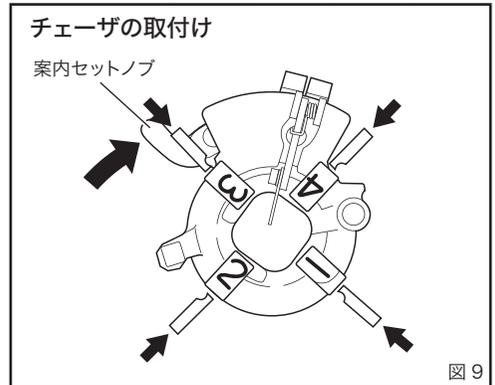

図 9
- ①ダイヘッドをチェーザを取り外した状態にします。
- ②ダイヘッドの3番と4番の溝番号に同じ番号のチェーザをチェーザノッチにはまり込むまで差し込んでください。
- ③次にダイヘッドを起こして1番と2番のチェーザを同じ溝番号に差し込んでください。
- ④案内セットノブを図9の矢印の方向に回してください。チェーザは中心に向かって入っていきます。もしチェーザが入らないときはチェーザを少し上下に動かしてもう一度繰り返してください。